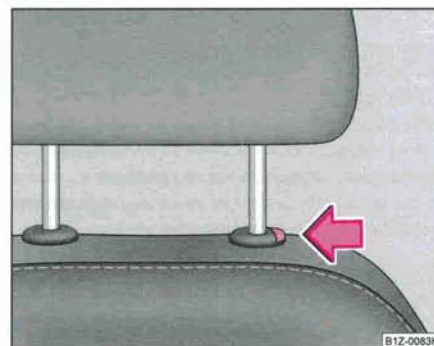

Fig. 64 Extraction des appuie-tête
- Vous devez en outre appuyer sur la touche de sécurité ⇒ fig. 64 si vous voulez faire descendre l'appuie-tête du siège AV.
⇒ fig. 64 et retirez l'appui-tête.